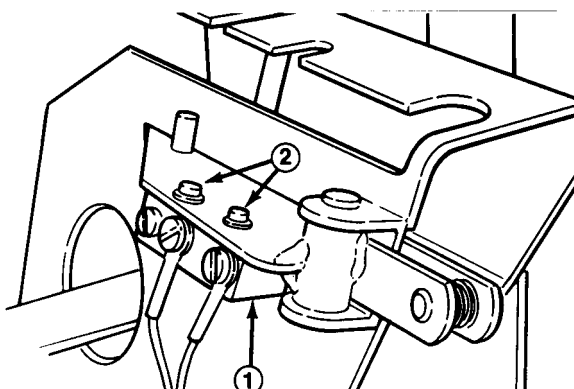

Figure 14
2. Vérifier le contacteur d'embrayage (Fig. 14) avec un contrôleur de continuité ou un ohmmètre et le remplacer s'il est endommagé. Le contacteur doit être fermé quand le levier de changement de vitesses est en prise. Le contacteur doit être ouvert pendant la sélection du point mort, de la première et de la seconde.